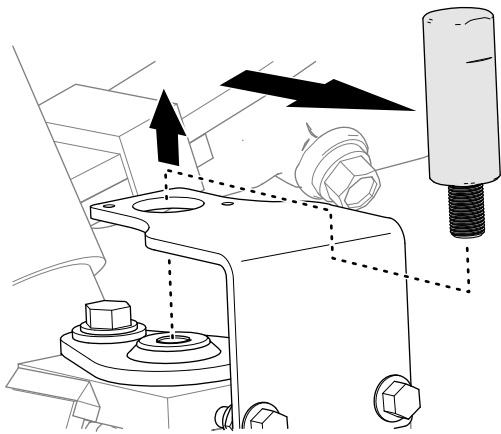

Figure 8
- 6. Retirez l'outil d'alignement (Figure 8).